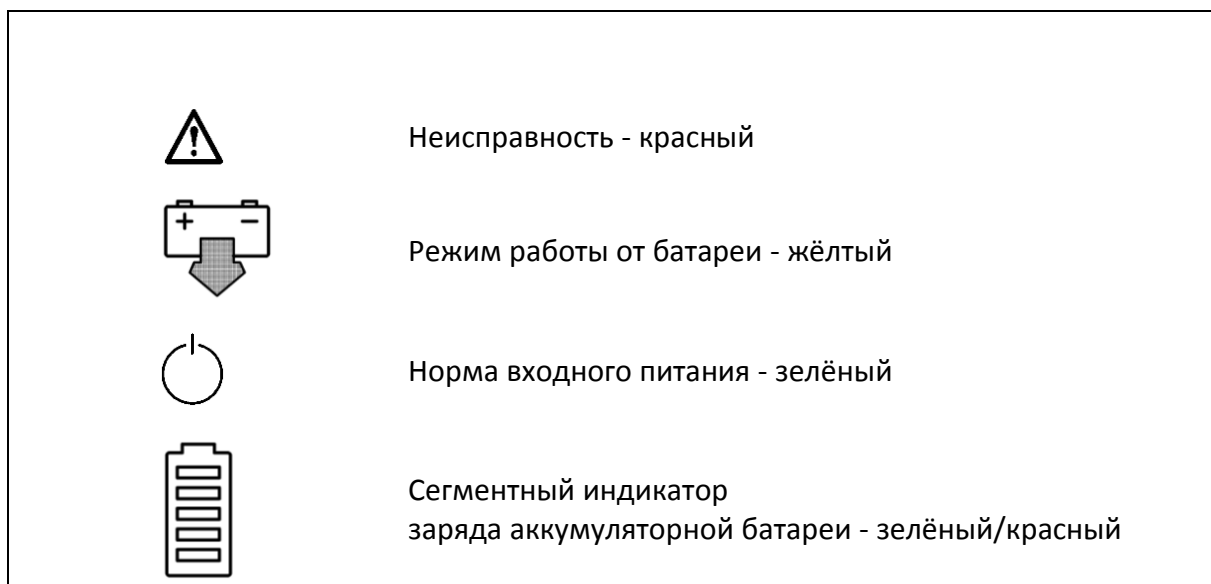

Рисунок 4 - Элементы индикации режимов работы ИБП (вариант)
- загораются все светодиодные индикаторы, у сегментного индикатора заряда АБ светятся красным светом только нижние сегменты (см. рис. 4);